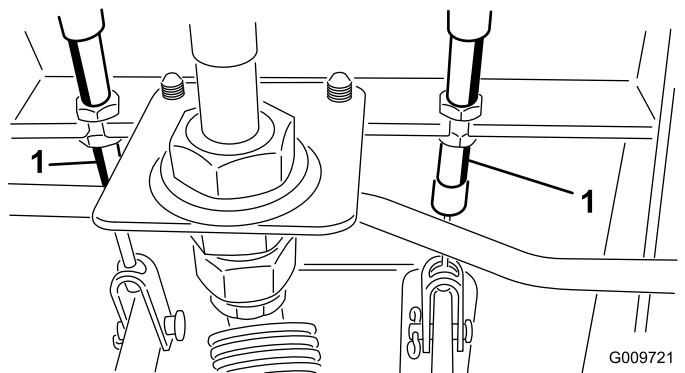

図 51
- A. ブレーキケーブル 図 51 の端にある前ナットをゆるめる。